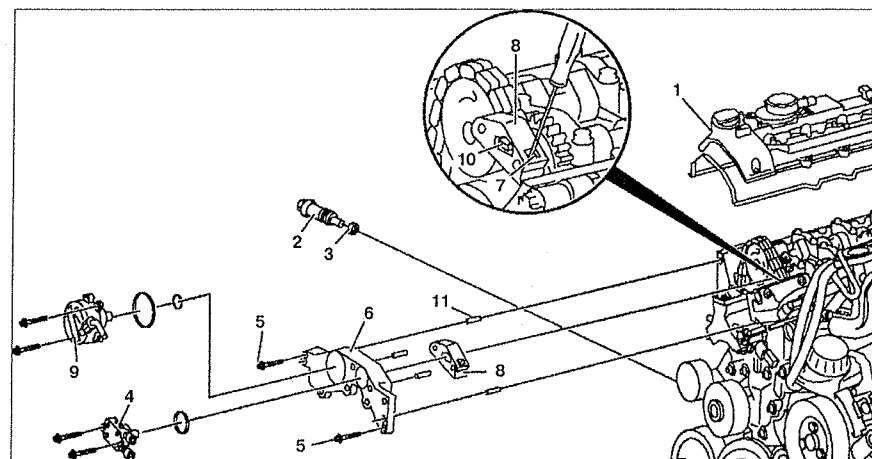

Рис. 5.13. Скользящий рычаг цепи ГРМ:
2. Снимите переднюю крышку 6 головки блока цилиндров (см.рис. 5.13). Поднимите фиксатор 7 с верхнего скользящего рычага 8.